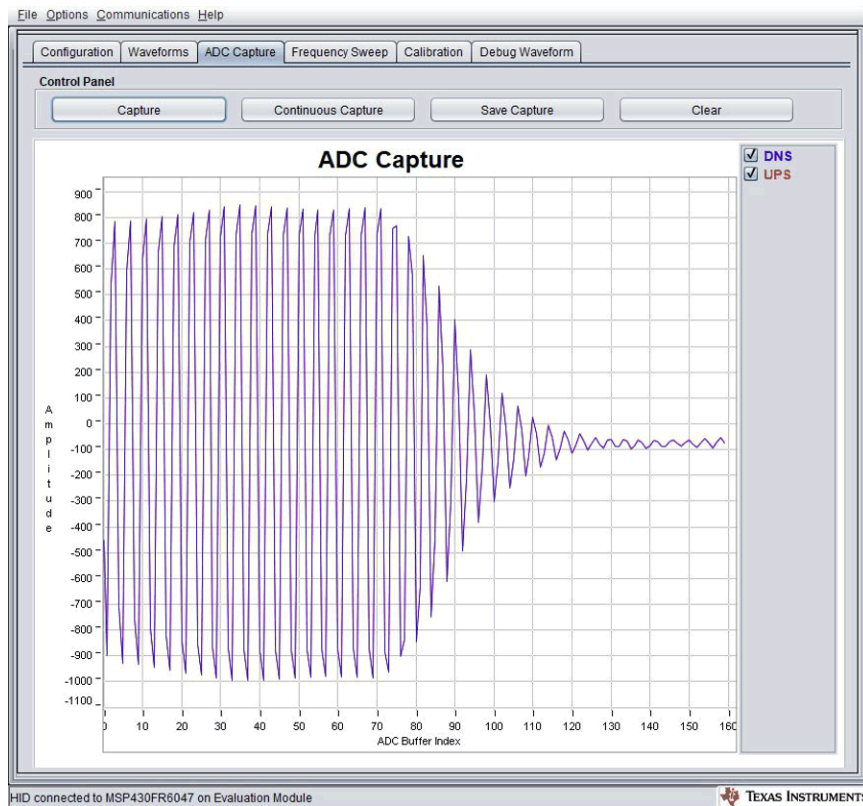
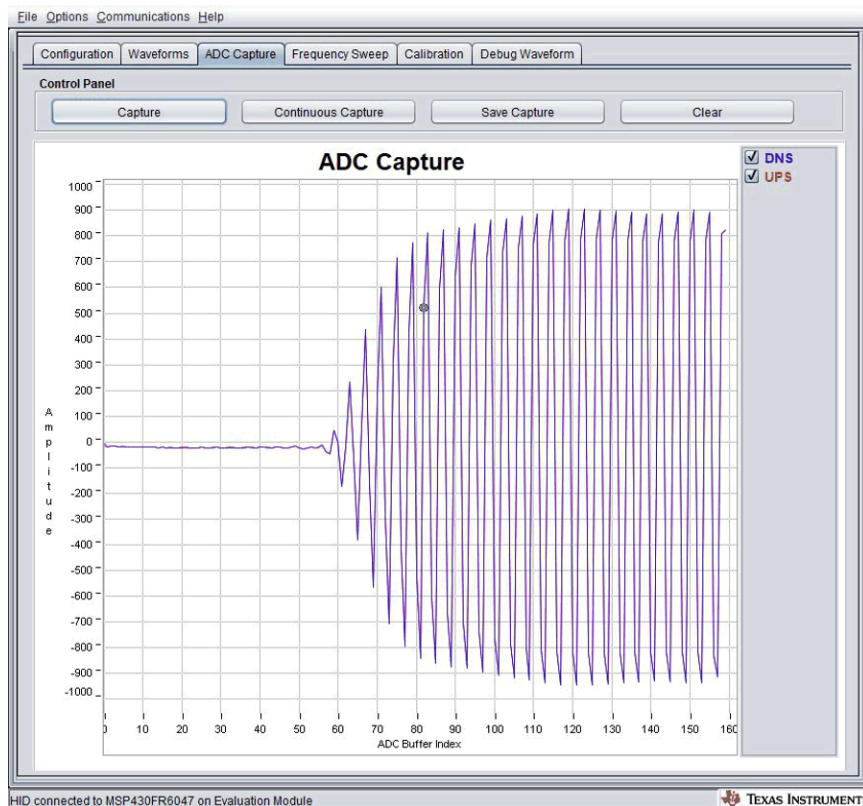

图 4-7. “Gap Between Pulse Start and ADC Capture” (脉冲开始和 ADC 捕获之间的间隔时间) 设置得过长
图 4-8. “Gap Between Pulse Start and ADC Capture” (脉冲开始和 ADC 捕获之间的间隔时间) 设置得过短
- 调整“Gap between pulse start and ADC capture”（脉冲开始和 ADC 捕获之间的间隔时间）。图 4-7 所示为间隔时间设置得过长的一个示例。图 4-8 所示为间隔时间设置得过短的一个示例。